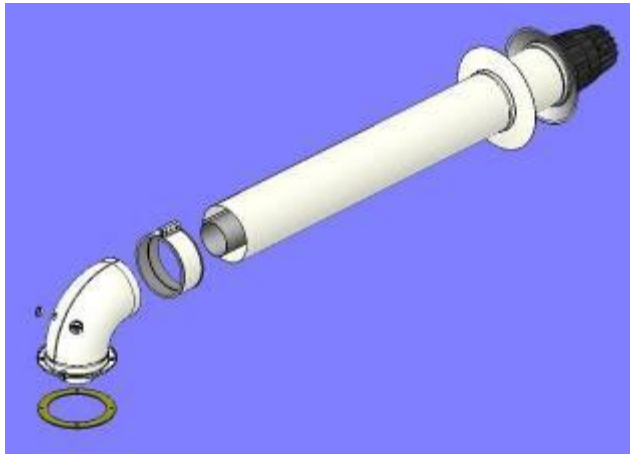

Рисунок 4
4.2. Стандартно поставляемый с котлом 750-миллиметровый газоотвод (рис. 4) может быть направлен назад, вправо или влево с помощью соединительного колена (90°). Колено подсоединяется к котлу с помощью 4 винтов